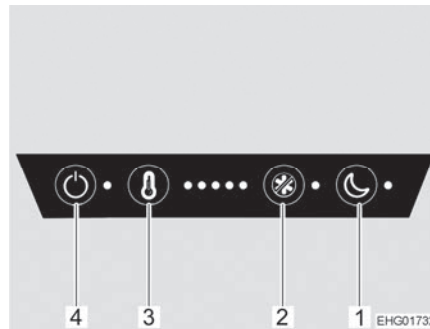

Fig. 131 Boutons de commande (réfrigérateur)
**Allumer :** ■ Appuyer sur la touche "interrupteur marche/arrêt" (Fig. 131,4) et la maintenir quelques secondes enfoncée. Le voyant de contrôle bleu indique que le réfrigérateur fonctionne. L' affichage du degré de réfrigération du réfrigérateur (Fig. 131,3) indique quelle puissance de réfrigération est réglée.
**Éteindre :** ■ Appuyer sur la touche "interrupteur marche/arrêt" (Fig. 131,4) et la maintenir quelques secondes enfoncée. Le voyant de contrôle bleu s'éteint.
- Appuyer sur la puissance de réfrigération désirée pour le réfrigérateur (Fig. 131,3).
- Appuyer sur la puissance de réfrigération désirée pour le freezer (Fig. 131,2).
- Appuyer sur la touche de fonctionnement nocturne (Fig. 131,1). Le voyant de contrôle bleu indique que le mode nocturne est actif.
- Appuyer sur la touche de fonctionnement nocturne (Fig. 131,1). Le voyant de contrôle bleu s'éteint. Le réfrigérateur fonctionne de nouveau en mode normal.